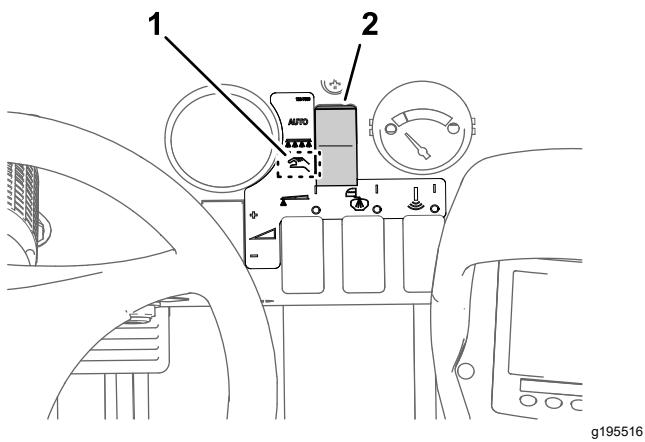

Bild 46
- Stellen Sie die Taste für den Sprühmodus auf den manuellen Modus (Bild 46).